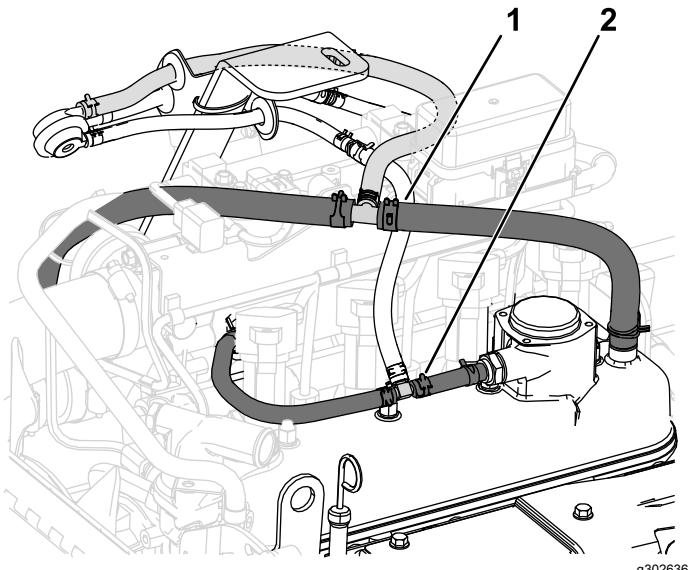

Figure 7
6. Raccordez les branches (1/4 po) du raccord en T aux extrémités coupées du flexible RGC avec des colliers (1/2 po), comme montré Figure 7.
8. Raccordez les branches (1/2 po) du raccord en T aux extrémités coupées du flexible de dépression avec des colliers (13/16 po), comme montré Figure 7.